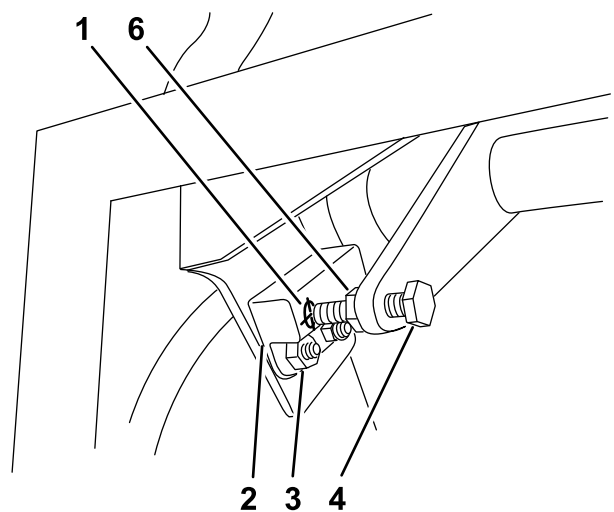

Bild 56
1. Stellen Sie sicher, dass die am Fahrtriebshebel angebrachte Schraube mit dem Messplättchen des Initiators ausgefluchtet ist (Bild 56).
2. Sofern erforderlich, lösen Sie die Schrauben und stellen Sie den Näherungsschalter ein, bis das Messplättchen an der Schraube des Fahrtriebsschalters ausgerichtet ist (Bild 56).
3. Prüfen Sie den Abstand zwischen der Schraube und dem Näherungsschalter; er muss zwischen 0,51 mm und 1,02 mm sein (Bild 56).
5. Ziehen Sie die Klemmmutter nach der Einstellung der Schraube wieder an (Bild 56).